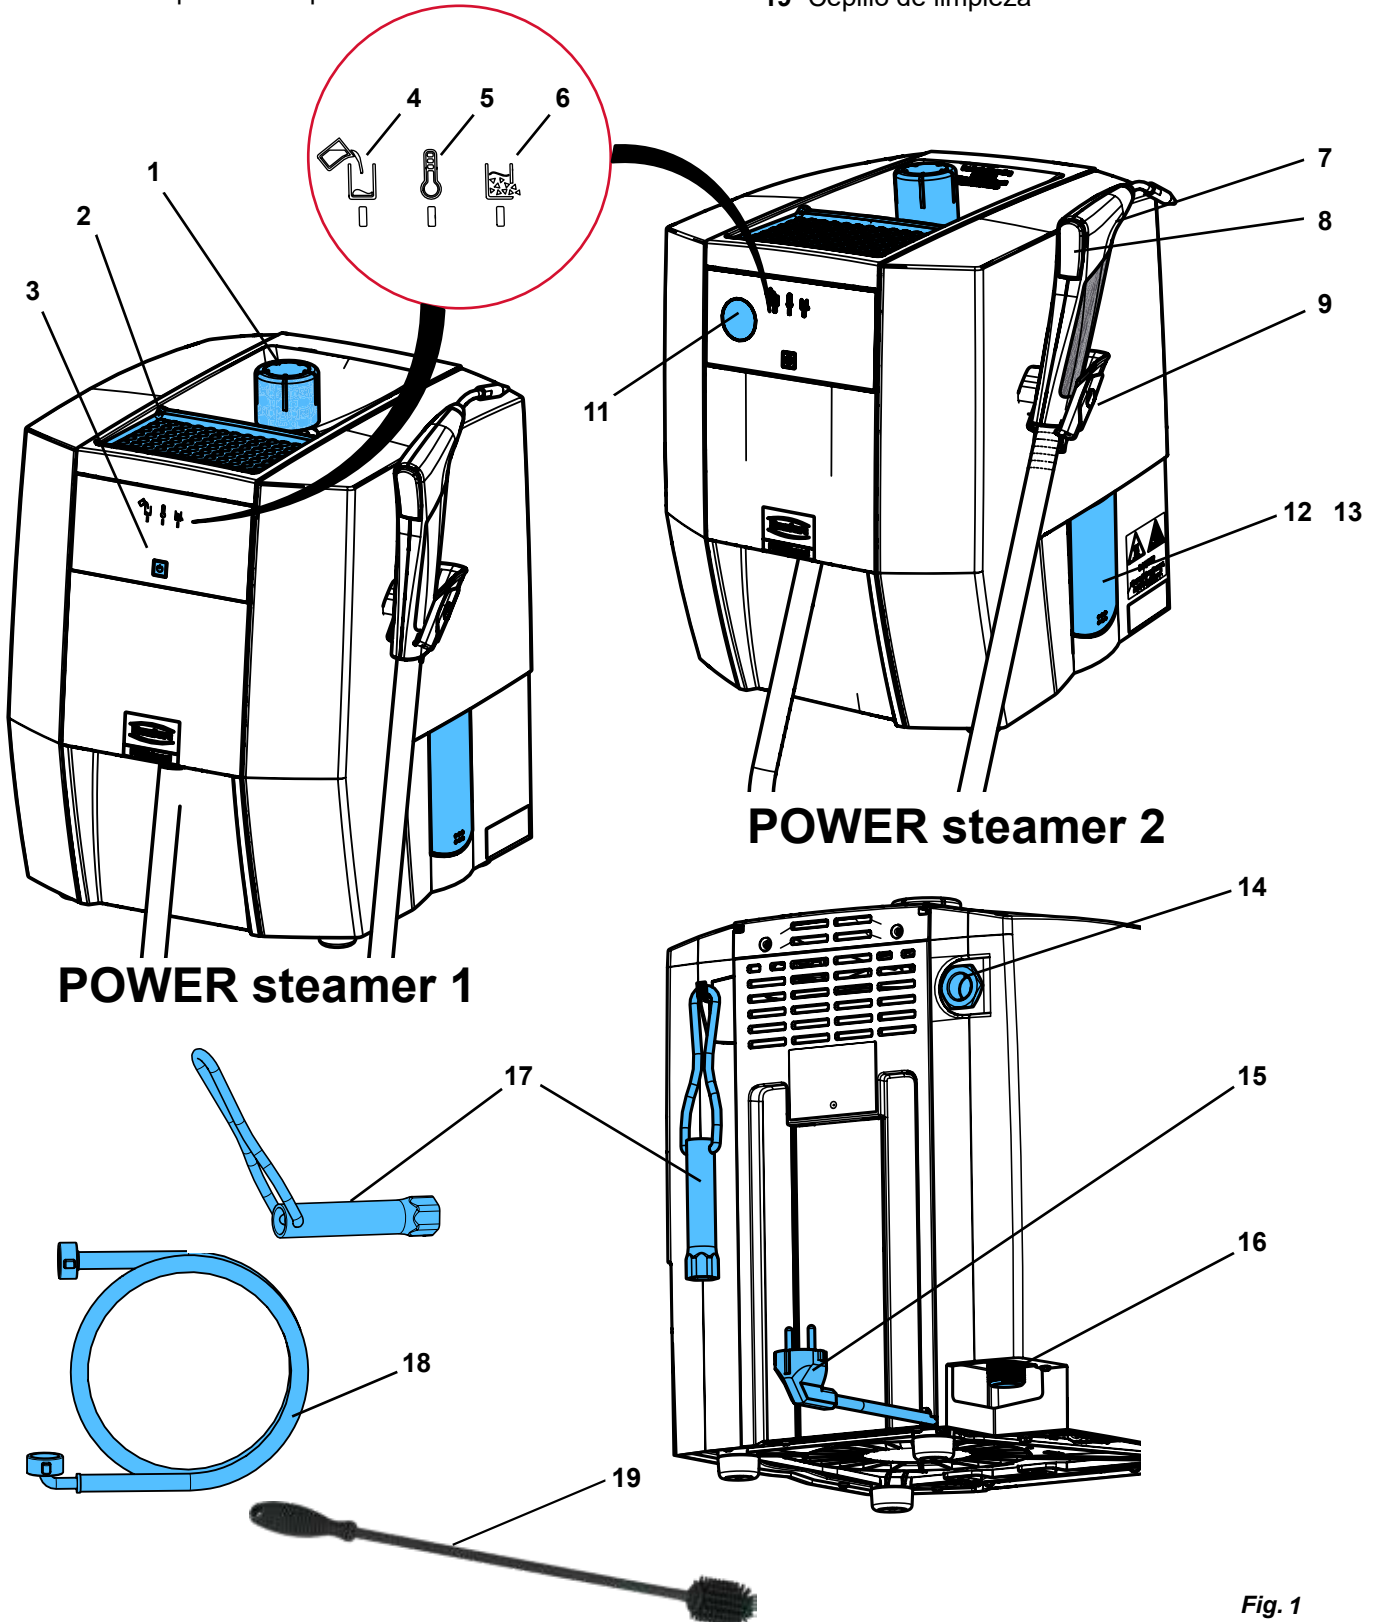

Fig. 1
- ▶ Configure el aparato de forma que no haya peligro si sale vapor por la abertura de salida de la válvula de alivio de presión (14, Fig. 1).
Los modelos de escayola o los modelos de revestimiento se pueden colocar en la bandeja para modelos (2, Fig. 1) para el secado.
⇒ Enrosque el tapón del depósito (1, Fig. 1).
**Coloque el aparato de forma que no haya peligro si sale vapor por la abertura de salida de la válvula de alivio de presión (14 Fig. 1) (p. ej., no coloque el aparato delante de un enchufe).**
**La abertura de salida de la válvula de alivio de presión (14, Fig. 1) no debe taparse ni bloquearse en forma alguna.**
¡Peligro por vapor a presión! Antes de abrir el tapón de revisión, asegúrese de que ya no haya presión en el depósito de presión. Abra y retire el tapón del depósito (1, Fig. 1).
- ⇒ Coloque el aparato de tal manera que el agua pueda fluir desde el depósito de presión a través de la abertura de revisión (12 / 13, Fig. 1) hacia un recipiente.